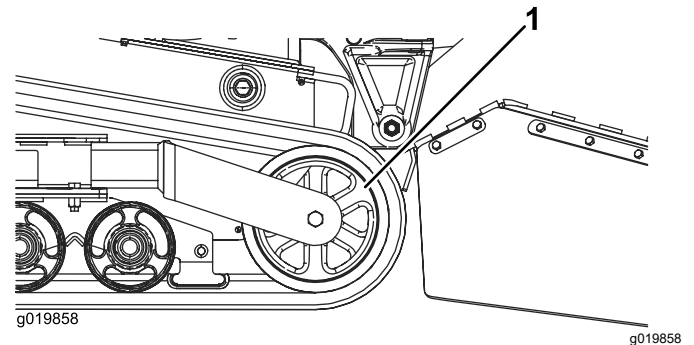

Figure 48
5. Poussez la roue de tension vers l'arrière aussi loin que possible (Figure 48).
7. Lorsque la chenille est déchaussée, déposez-la de la machine (Figure 48).